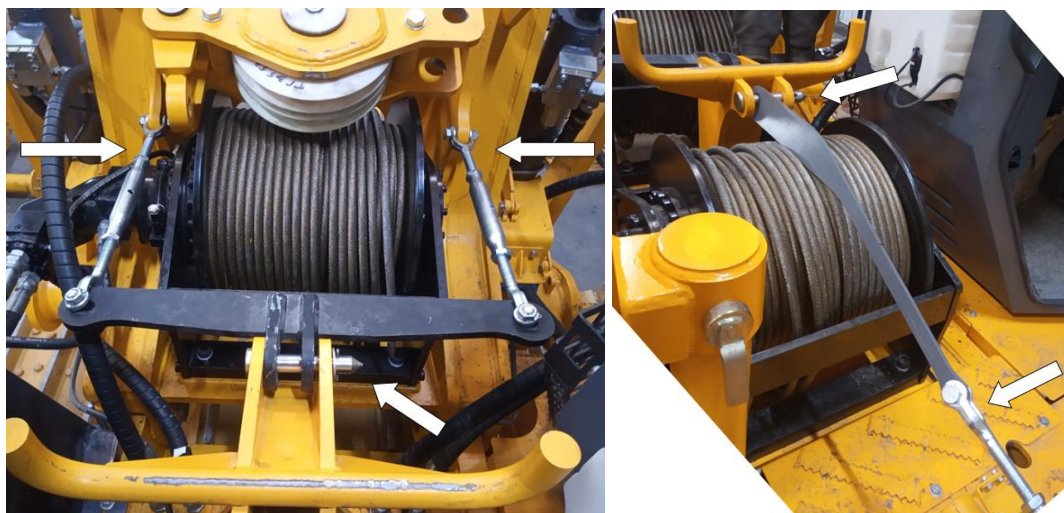

Рисунок 3.75. Установка опоры контргруза
- Демонтировать средства удержания правой и левой консоли (рис. 3.75) и уложите их в ЗИП.